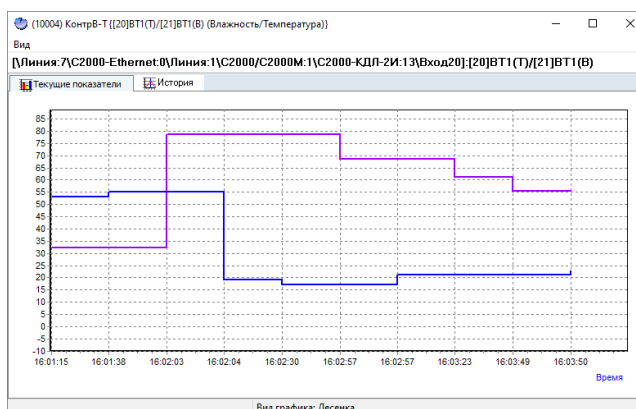

Рисунок 11-63 Вид графика "Лесенка"
- **Лесенка** – ступенчатый график (см. Рисунок 11-63),